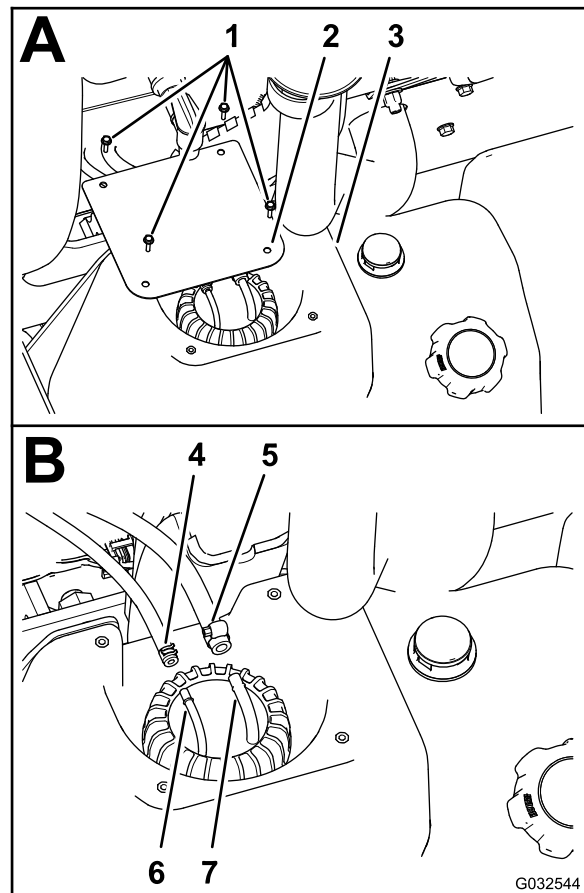

Figura 76
2. No depósito de combustível, retire os quatro parafusos (nº 10 x $\frac{3}{4}$ pol.) que fixam a cobertura à parte superior do depósito de combustível e retire a cobertura (Figura 76).
3. Desaperte as braçadeiras que fixam as duas tubagens de combustível às duas uniões da tubagem na parte superior do conjunto da coluna de alimentação (Figura 76).
4. Desligue as duas tubagens das uniões da tubagem e deixe que o combustível nas tubagens escoe para o recipiente de combustível aprovado (Figura 76).
4. Monte a tubagem do combustível com 6,4 mm na união da tubagem com 6,4 mm e fixe a tubagem na união com a braçadeira de tubos (Figura 76).
(8 mm) e fixe a tubagem no encaixe com o grampo da tubagem (Figura 76).